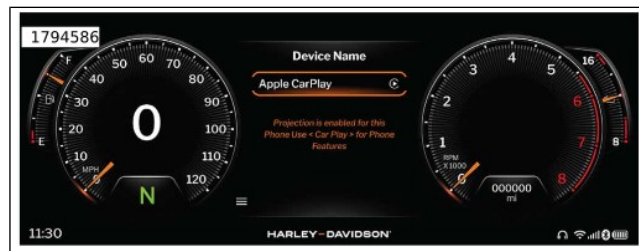

Abbildung 107. CarPlay auswählen
2. Siehe Abbildung 107. Um den Projektionsmodus zu aktivieren, Apple CarPlay im Home-Menü auswählen.